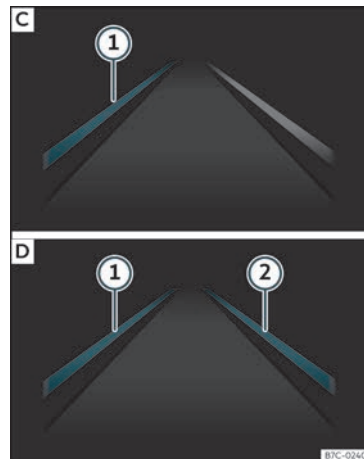

Fig. 225 Na pantalla do cadro de instrumentos: indicación na pantalla do sistema de aviso de saída do carril (exemplo 2).
- **fig. 225 C:** O sistema está a traballar, a liña resaltada ① indica que hai risco de superar a liña do carril involuntariamente e está a actuar sobre a dirección para corrixir a traxectoria.
- **fig. 225 D:** As dúas liñas resaltadas ① e ② acéndense á vez cando temos as dúas liñas de carril recoñecidas e a función de Guiado adaptativo no carril está activada.